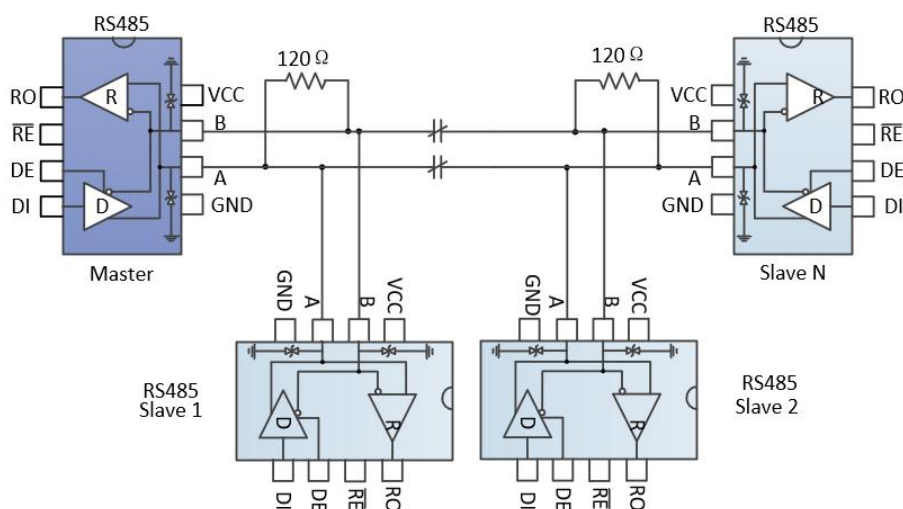

图 9 总线式 RS485 半双工通讯网络
4.1 总线式组网：ESM3085E RS485 收发器设计用于多点总线传输线上的双向数据通信。图 9 显示了典型网络应用电路。这些器件也能用作电缆长于 4000 英尺的线性转发器，为减小反射，应当在传输线两端以其特性阻抗进行终端匹配，主干线以外的分支连线长度应尽可能短。